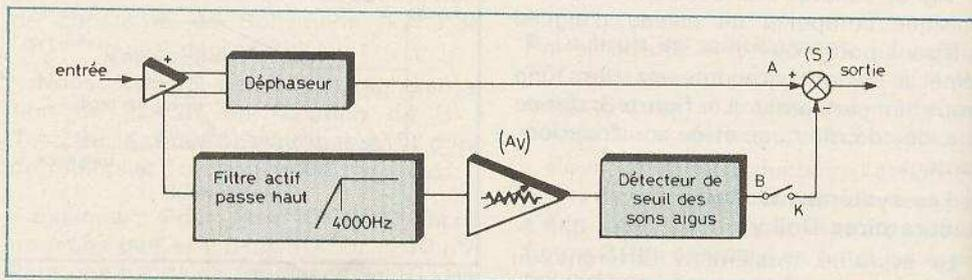

Fig. 7. - Le système « DNL » ; lui n'agira qu'à la lecture, il pourra en conséquence s'intercaler entre le magnétophone et l'amplificateur.
blement représentées dans le message sonore. En effet, comme le montre la figure 7 donnant le synoptique du montage, lorsque l'interrupteur K est fermé, les tensions A et B sont en opposition de phase, ce qui a pour effet pratique de les annuler après le sommateur (S), mais ceci seulement pour les fréquences supérieures à 4 000 Hz, grâce au filtre passe-haut. On trouve ensuite un amplificateur à gain réglable (AV) puis un détecteur de seuil. Sur l'autre branche, nous trouvons simplement un déphaseur. Considérons bien le fonctionnement de ce montage :